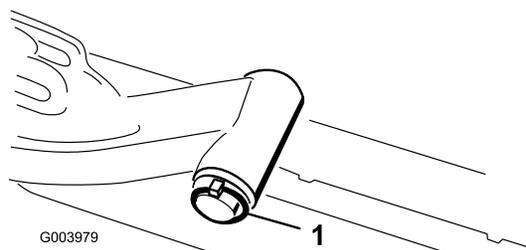

図11
- A. 昇降アームピボットのシャフトを昇降アームに固定しているリンチピンとワッシャを外し、昇降アームからピボットのシャフトを抜き出す 図11。
- C. 昇降アームのシャフトを昇降アームに通して、ワッシャとリンチピンで固定する 図11。